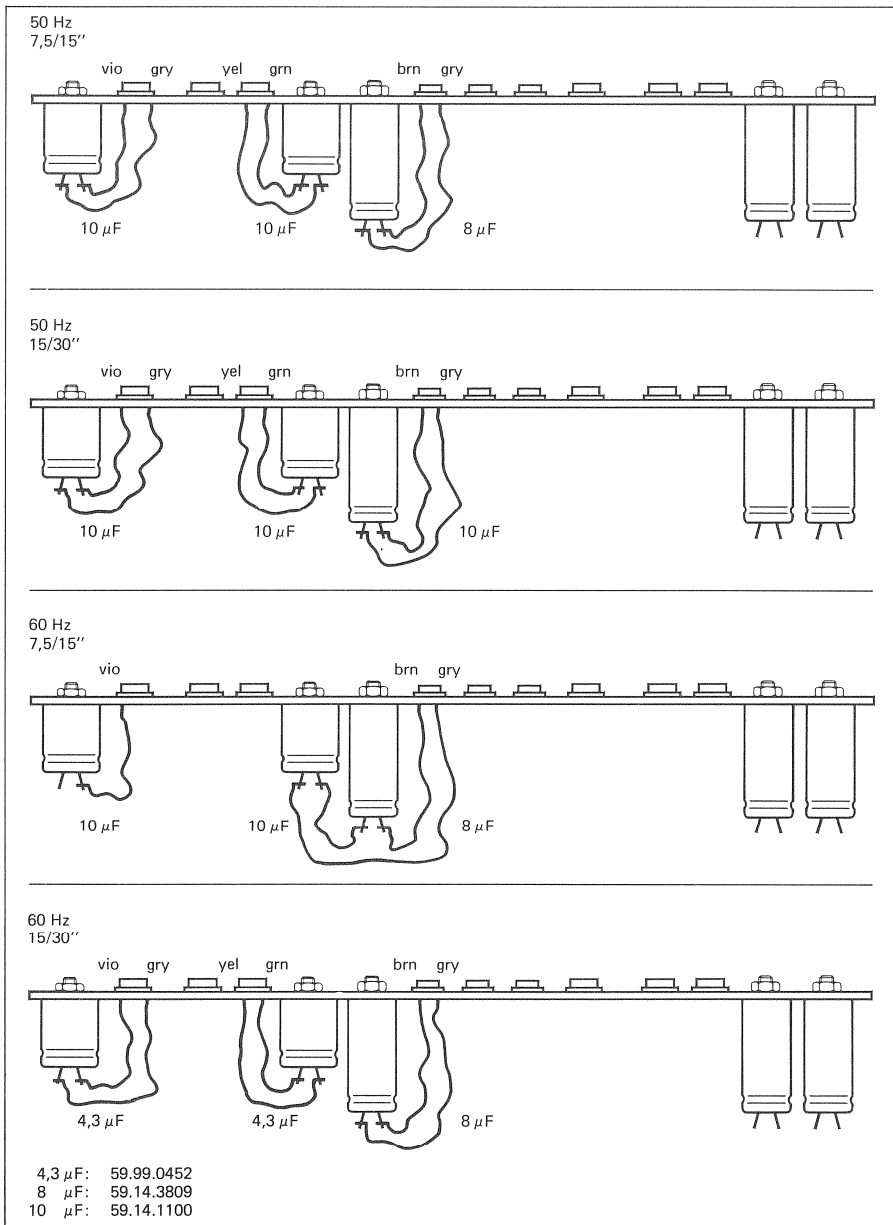

Fig. 2.3
- Verdrahtung der Phasenschieberkondensatoren kontrollieren (siehe Fig. 2.3).
- Check wiring of phase-shifting capacitor (see Fig. 2.3)